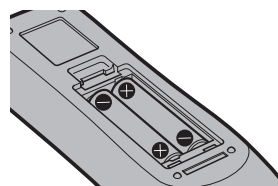

Figura 2
- 2) Introduzca las pilas y cierre la tapa (introduzca primero el lado ). (Figura 2)